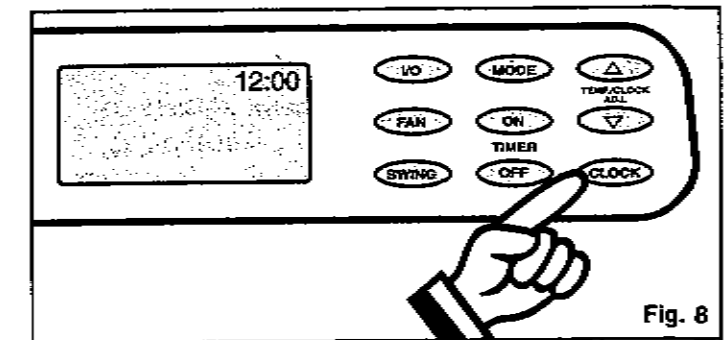

Fig. 8
- 1) Appuyez sur la touche **CLOCK** pendant trois (3) secondes. L'affichage indique "12:00" pendant environ 10 secondes. Fig. 8.